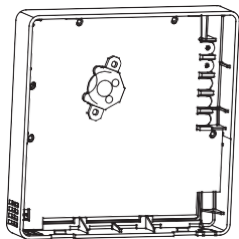

Fig 3-5
- Mettez la batterie dans l'emplacement de montage et assurez-vous que le côté positif de la batterie soit en correspondance avec le côté positif de l'emplacement de montage (voir Fig.3-5).